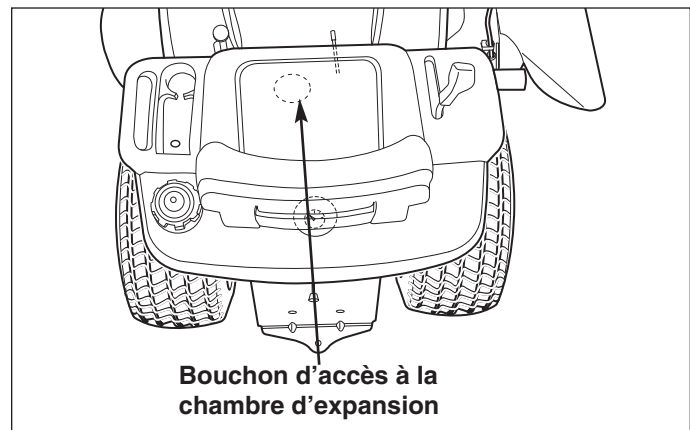

Figure 32. Bouchon d'accès : bâti de siège
1. Faire glisser l'ensemble du siège pour accéder au bouchon en plastique dans le haut du bâti de siège (voir la Figure 32). Enlever le bouchon.